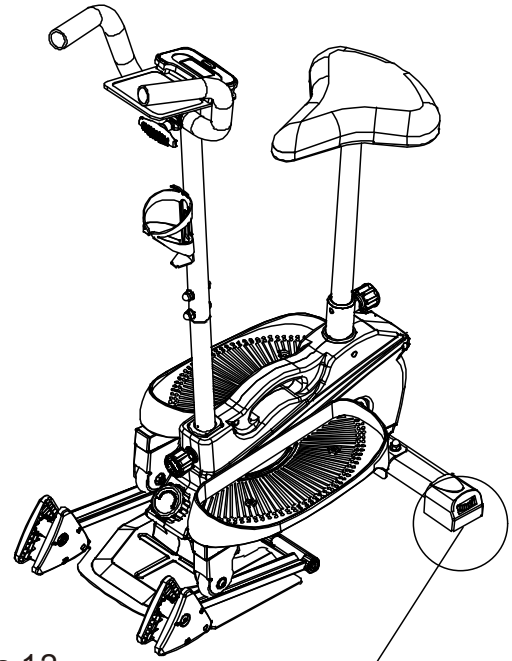

Figura 12
12. Después de ensamblar todos los componentes, revise los tornillos en cada parte para asegurarse de que estén bien apretados antes de usar. Como se muestra en la Figura 12: